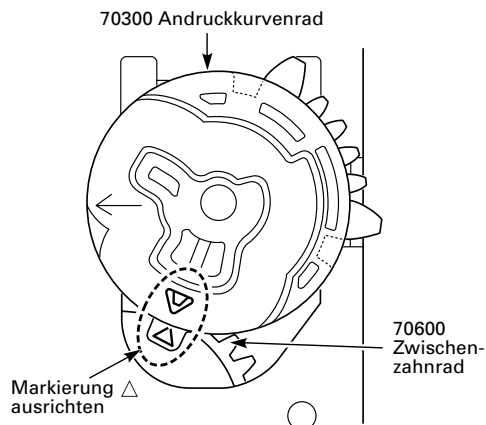

Fig. 8.31
- Das Andruckrollenkurvenrad (70300) und das Zwischenzahnrad (70600) gemäß Fig. 8.31 positionieren.